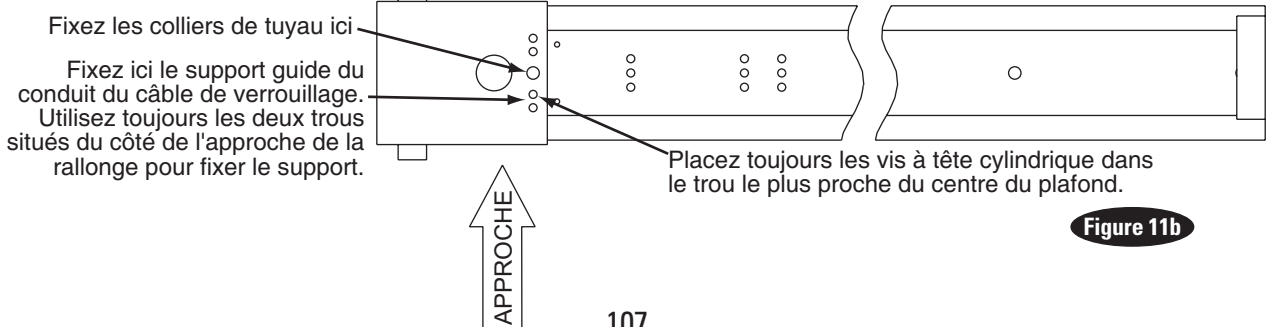

Figure 11b
Le boulon à tête hexagonale doit être placé dans le trou le plus proche du centre de la structure supérieure, Figure 11b.
- D) Fixez les supports de guidage de chemin conduit de câble de verrouillage à la structure supérieure comme illustré, Figure 11a et Figure 11b. Utilisez toujours les trous situés du côté de l'approche du pont élévateur.